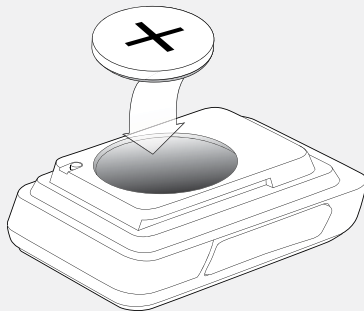

Abbildung 35. Battery Replacement.
Ersetzen Sie die Batterie im Computer, wenn die Batteriestandsanzeige 10% erreicht (keine Balken in der Anzeige). Notieren Sie sich vor dem Austauschen der Computerbatterie Trip- und Gesamtkilometerstand. Durch das Entfernen der Batterie werden automatisch alle Einstellungen des Computers gelstcht und alle Funktionen auf null (0) zurckgesetzt. Nach dem Einsetzen einer neuen Batterie (Abbildung 35) knnen Sie die Stnde manuell wieder eingeben.